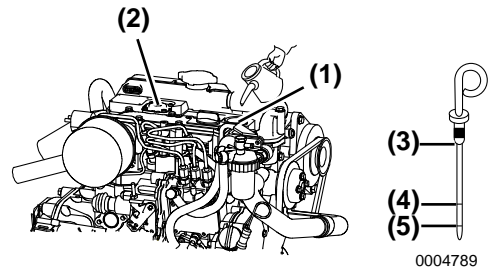

Figure 6
2. **REMARQUE:** Empêchez la poussière et la saleté de contaminer l'huile moteur. Nettoyez soigneusement la jauge, le bouchon de remplissage et les zones avoisinantes avant d'enlever le bouchon. Retirez la jauge (Figure 6, (3)) et essuyez-la à l'aide d'un chiffon propre.
4. Retirez la jauge. Le niveau d'huile doit se situer entre les lignes supérieure (Figure 6, (4)) et inférieure (Figure 6, (5)) de la jauge.
1. **REMARQUE:** *Empêchez la poussière et la saleté de contaminer l'huile moteur. Nettoyez soigneusement la jauge, le bouchon de remplissage et les zones avoisinantes avant d'enlever le bouchon.* Retirez le bouchon jaune de l'orifice de remplissage (**Figure 6, (1)**) sur le couvre culbuteur (**Figure 6, (2)**) et ajoutez l'huile moteur.
2. Remplissez d'huile moteur jusqu'au repère supérieur (**Figure 6, (4)**) de la jauge d'huile (**Figure 6, (3)**).